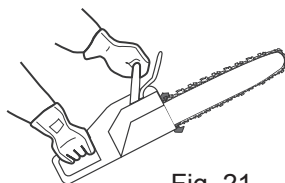

Fig. 21
- > Prenez la poignée avant [1] avec la main gauche, en l'entourant bien entre le pouce et les doigts. Prenez la poignée arrière [11] avec la main droite en l'entourant bien entre le pouce et les doigts (Fig. 21).